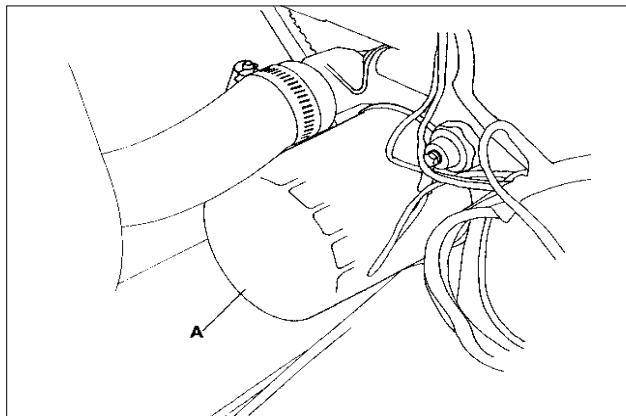

Fig.35
- (a) Remove the cartridge (A Fig.35) using a filter wrench and discard complete.
- a. Schroef het patroon (A afb. 35) los met een filtertang en gooi het patroon weg.
- (a) Enlever la cartouche (A fig. 35) et la jeter